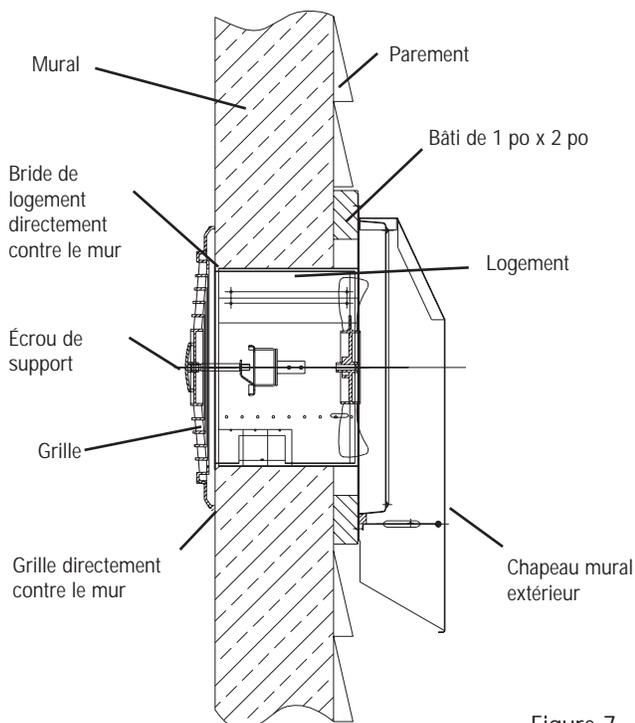

Figure 7
8. Reliez la prise dans le couvercle du compartiment de câblage au câblage de la maison (blanc à blanc, noir à noir). Utilisez des connecteurs électriques approuvés et du ruban électrique. (fig 7)